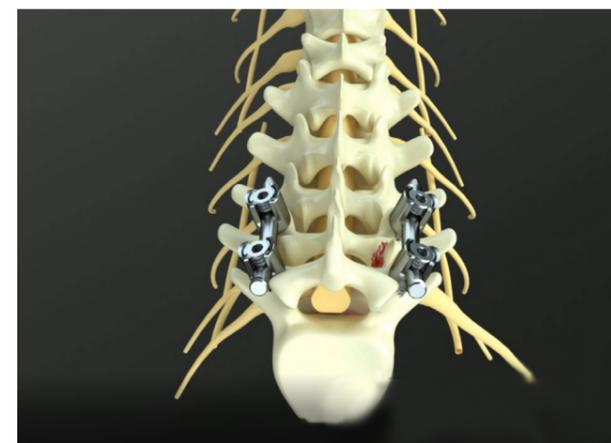

图 12b
- 显影观察调整椎弓根钉置入位置和距离，固定融合器（图 12b）。